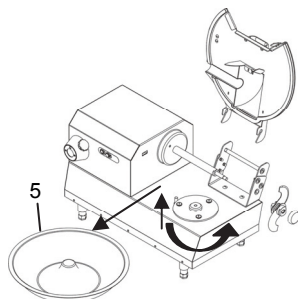

Fig. 6.3.7
- Tourner dans le sens inverse des aiguilles d'une montre le bac "5" Fig. 6.3.7 de manière à l'enlever du siège.